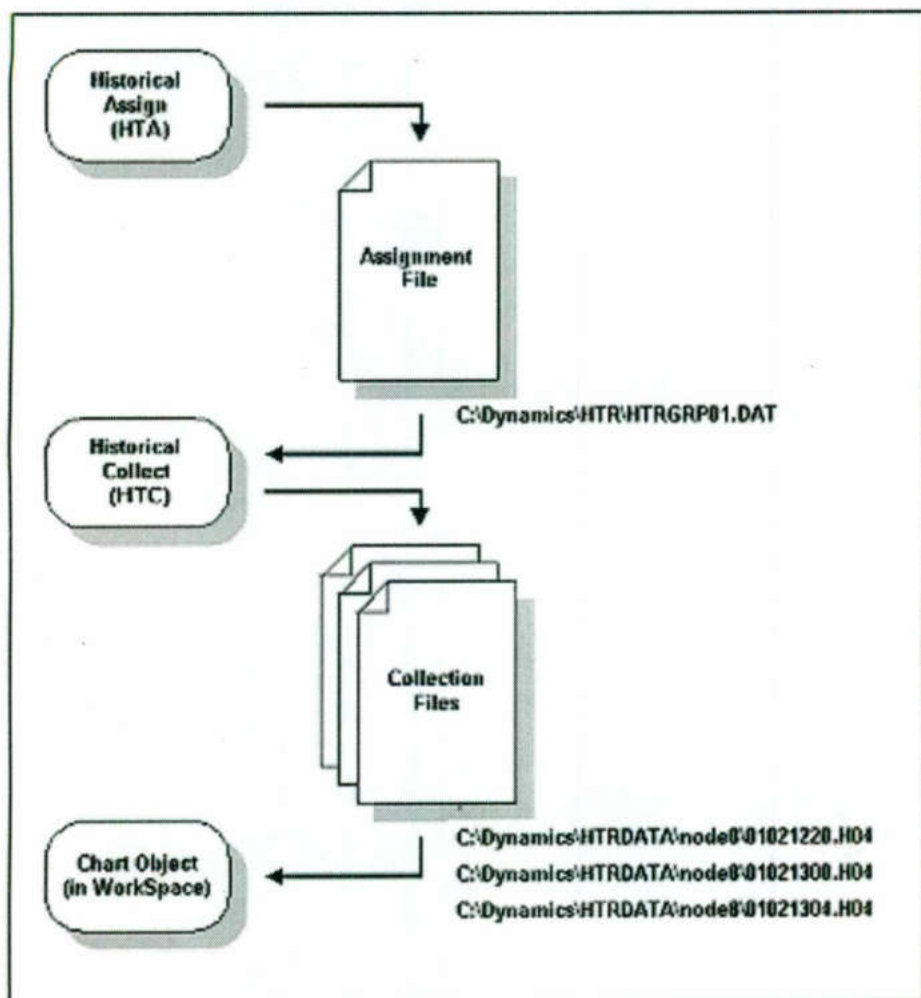

Figura 15-2: Componentes de Hitorical Trending
- Hay tres pasos para este proceso (vea la figura 15-2)